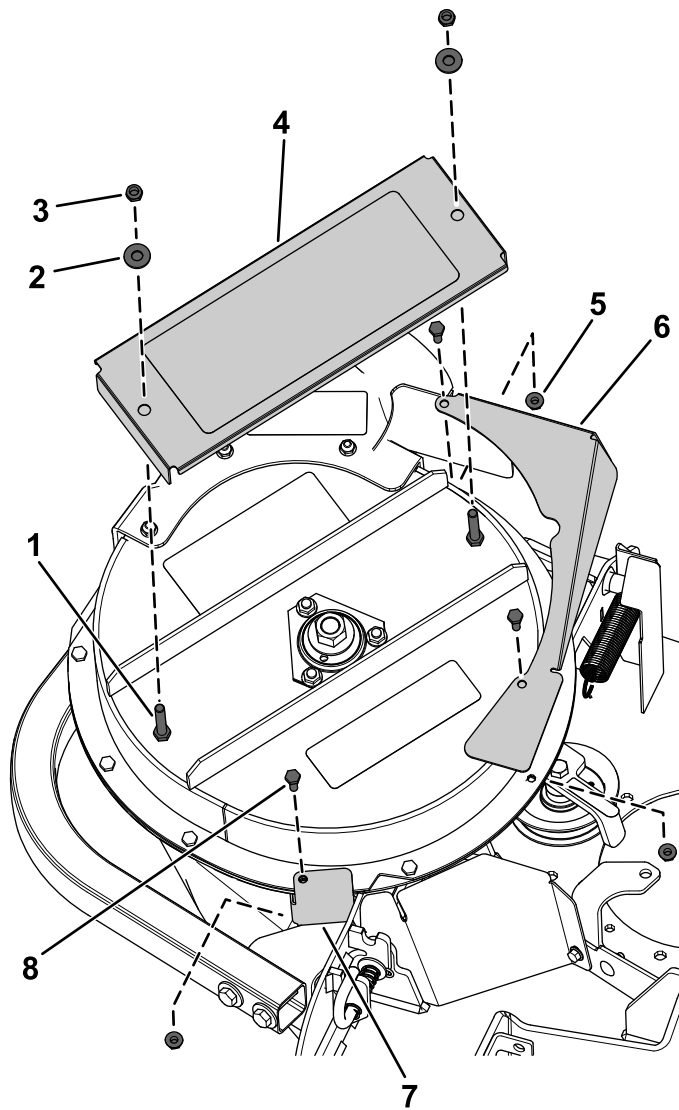

Figura 8
2. Sujete el protector del tensor (CE) en el soplador con 2 pernos de cabeza hexagonal ($\frac{1}{4}$ " x $\frac{3}{4}$ ") y las 2 contratuercas ($\frac{1}{4}$ ") que se retiraron anteriormente, como se muestra en la Figura 8.
3. Sujete el protector del eje (CE) usando 2 contratuercas ($\frac{5}{16}$ ") y 2 arandelas (Figura 8).
4. Sujete el protector delantero (CE) con 1 perno de cabeza hexagonal ($\frac{1}{4}$ " x $\frac{3}{4}$ ") y la contratuerca ($\frac{1}{4}$ ") que retiró anteriormente, como se muestra en la Figura 8.